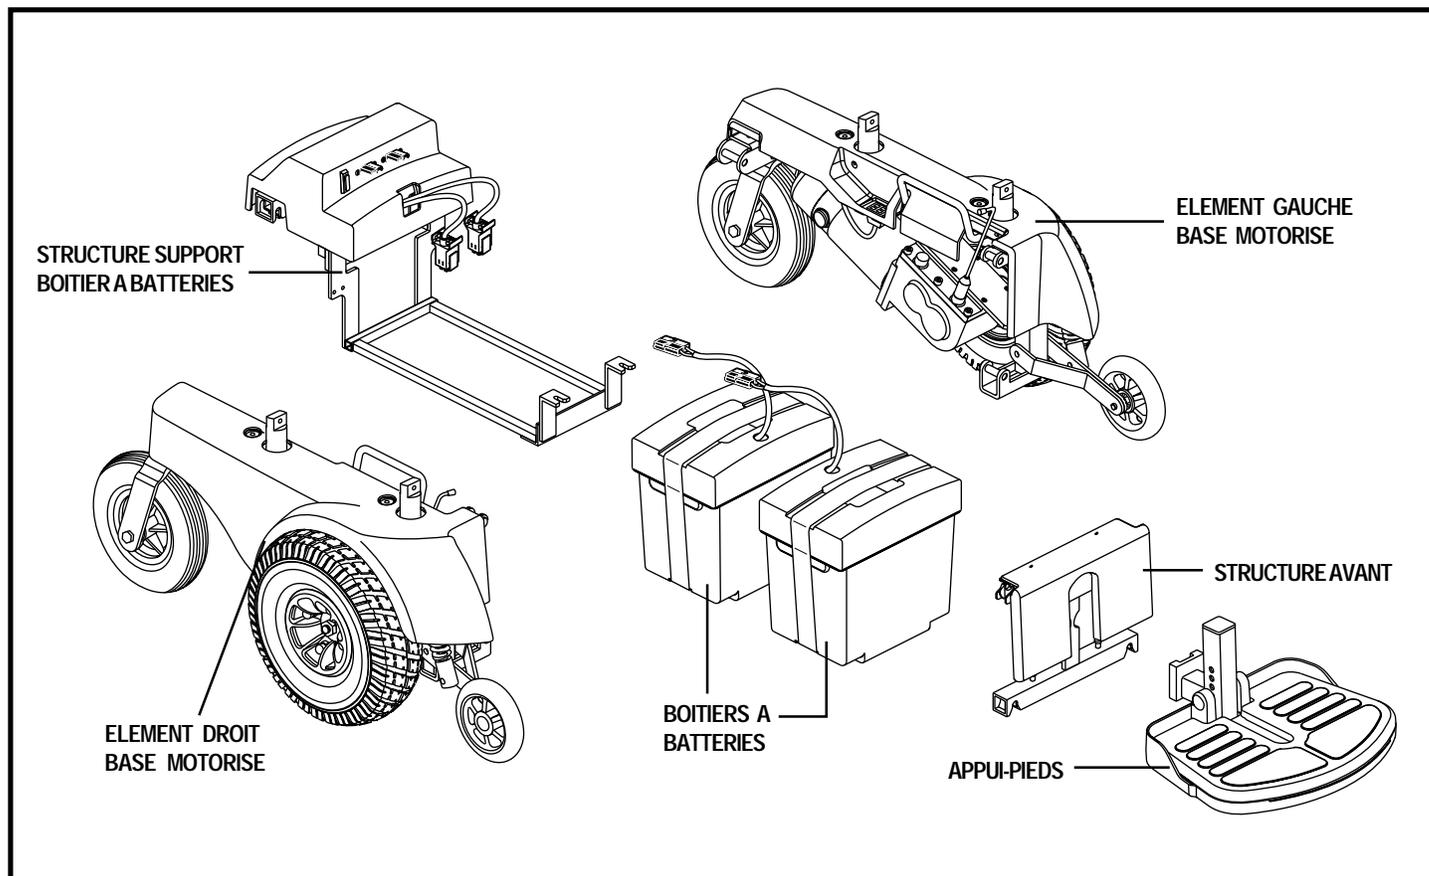

Figure 13. Composantes de structure du Jazzy 1113 ATS
Votre fauteuil motorisé est démontable sans l'aide d'outils en huit (8) éléments facilement transportables. Voir les figures 13 et 14. Placez le fauteuil motorisé dans un endroit où vous avez amplement d'espace pour travailler autour du fauteuil (3 à 4 pieds de dégagement sur chaque face). Assurez-vous que le contact est coupé avant de procéder.